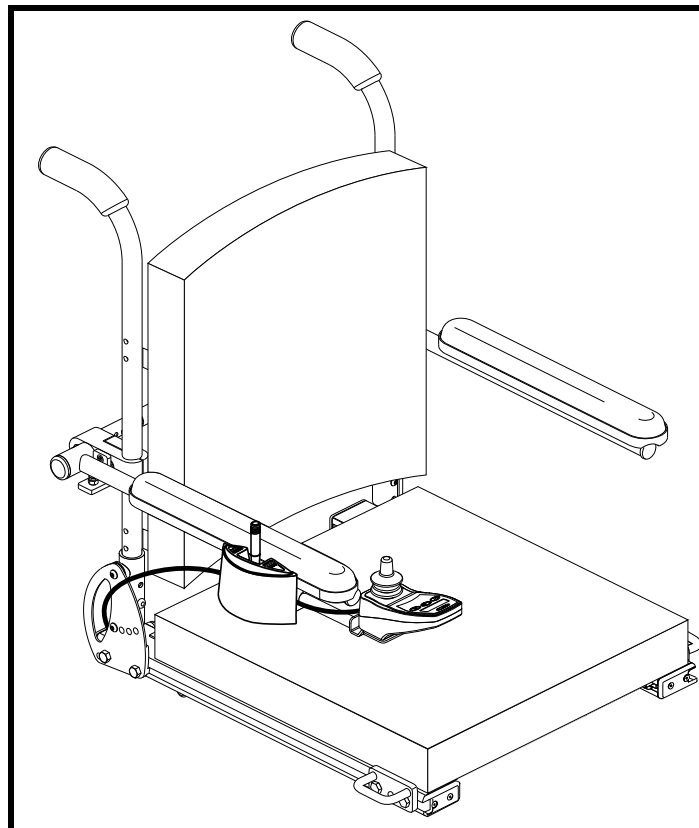

Figura 20. Interruttore del sedile a sollevamento elettrico
1. Spingere l'interruttore di commutazione in avanti per sollevare il sedile. **Vedere la figura 20.**